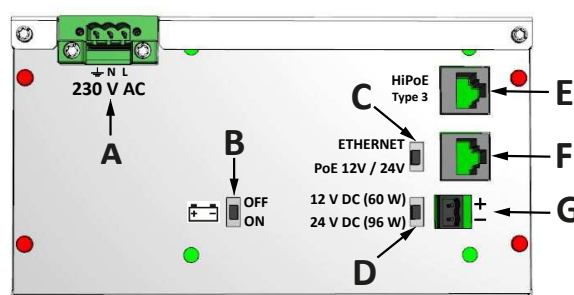

FIGURE 7.
- Éteindre l'EPVIDEO en mettant sur OFF l'interrupteur B (Figure 7).
- Le secteur (Figure 7 - A).
- Les ports Ethernet (Figure 7 - E et Figure 7 - F).
- La sortie utilisateur (Figure 7 - G).
- Respecter le branchement sur les ports Ethernet E et F (Figure 7) (risque de détérioration du matériel si non compatible avec le PoE passif activé).
- Avant la mise en marche (Interrupteur Figure 7 - B), reconfigurer à l'identique le pack (Interrupteur Figure 7 - C et D).
- Turn off the EPVIDEO by turning OFF switch B (Figure 7).
- The mains (Figure 7 - A).
- The Ethernet ports (Figure 7 - E and Figure 7 - F).
- The user output (Figure 7 - G).
- Respect the connection on Ethernet ports E and F (Figure 7) (risk of damage to the equipment if not compatible with the activated passive PoE).
- Before switching on (Switch Figure 7 - B), reconfigure the pack identically (Switch Figure 7 - C and D).
- EPVIDEO ausschalten, indem der Schalter B auf OFF gestellt wird (Figure 7).
- Netz (Figure 7 - A).
- Ethernet-Ports (Figure 7 - E und Figure 7 - F).
- Verbraucherausgang (Figure 7 - G).
- Auf den richtigen Anschluss der Ethernet Ports E und F (Figure 7) achten (Risiko einer Beschädigung des Geräts, wenn es nicht mit dem aktivierten passive PoE kompatibel ist).
- Vor dem Einschalten (Schalter Figure 7 - B) das Pack identisch rekonfigurieren (Schalter Figure 7 - C und D).